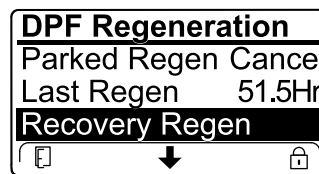

Figure 50
- Si le calculateur moteur n'a pas demandé de régénération d'urgence et que vous naviguez jusqu'à l'option RECOVERY REGEN (régén. d'urgence), la régénération d'urgence se bloque et l'icône de blocage (Figure 50) apparaît en bas à droite de l'InfoCenter.